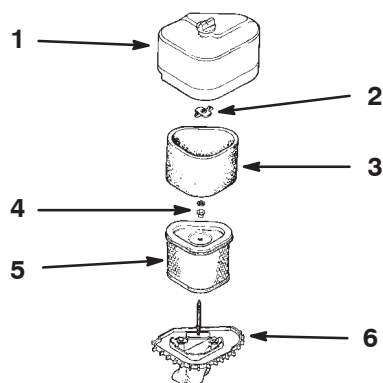

Bild 17
2. Reinigen Sie den Bereich um den Luftfilter herum, um zu verhindern, dass Schmutz in den Motor fällt und Schäden verursacht. Schrauben Sie die Verschlussmuttern heraus und entfernen Sie die Luftfilterabdeckung (Bild 17).
3. Entfernen Sie den Luftfilter (Bild 17).
4. Schieben Sie den Schaumeinsatz vorsichtig vom Papiereinsatz herunter (Bild 17).
1. Schieben Sie das Schaumelement vorsichtig auf den Papiereinsatz des Luftfilters (Bild 17).
2. Schieben Sie den Luftfilter auf das Luftfilterunterteil (Bild 17).
3. Setzen Sie die Luftfilterabdeckung ein und befestigen Sie sie mit den Abdeckungsmuttern (Bild 17).